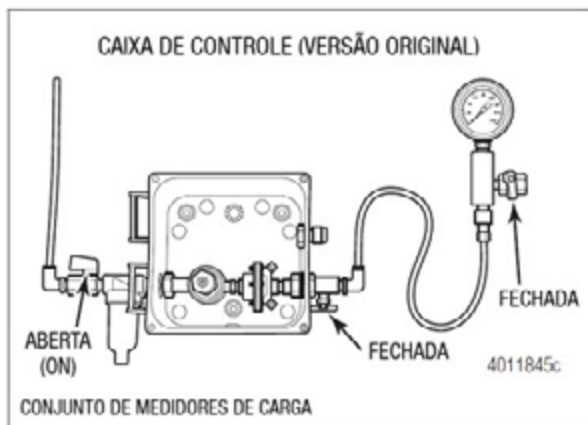
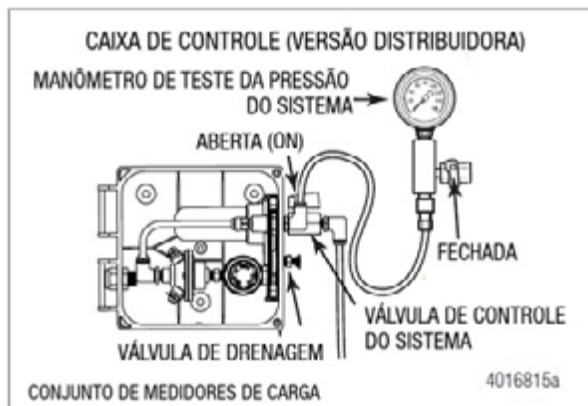

Figura 3.20
Figura 3.21
- B. Carregue o conjunto de manômetro da seguinte forma. Figura 3.20 e Figura 3.21.